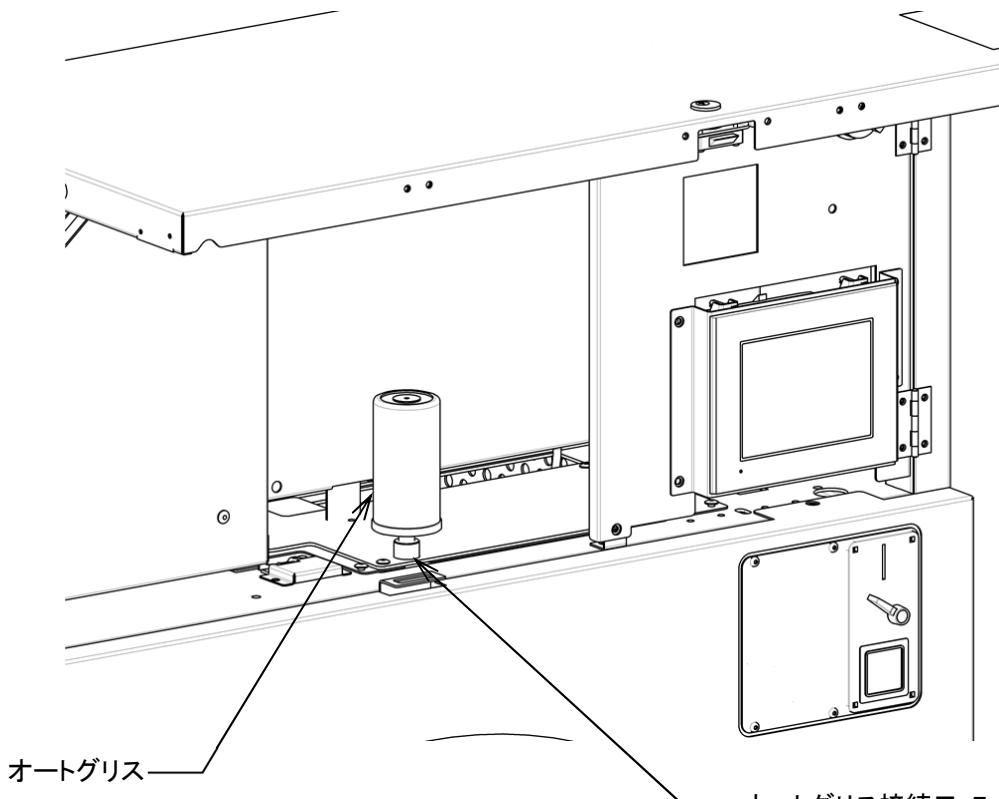

図 5-2
- 付属品のオートグリスをオートグリス接続口 F に取り付けます。(図 5-2)